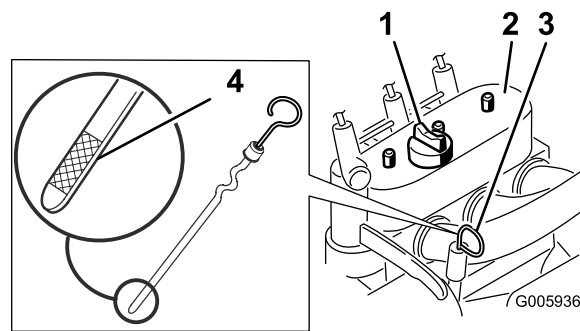

Figure 13
4. Nettoyez la surface autour de la jauge d'huile (Figure 13).
5. Sortez la jauge d'huile et essuyez soigneusement l'extrémité métallique (Figure 13).
6. Enfoncez la jauge complètement dans le tube (Figure 13).
8. Si le niveau est bas, nettoyez la surface autour du bouchon de remplissage et enlevez le bouchon (Figure 13).